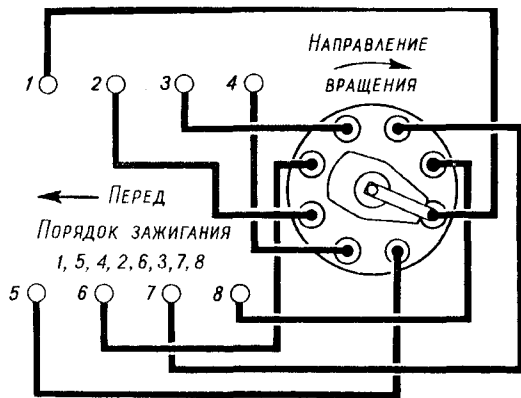

Рис. 11.4. Соединение проводов от датчика-распределителя к свечам
8. Установить крышку и подсоединить провода высокого напряжения от свечей в порядке 1–5–4–2–6–3–7–8, как указано на рис. 11.4 и от катушки зажигания.